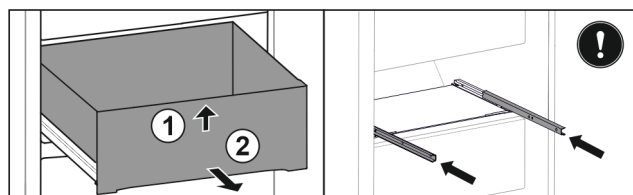

Fig. 132
- ▶ Nadvihnite zásuvku vpred. Fig. 132 (1)
- ▶ Odoberte zásuvku dopredu. Fig. 132 (2)